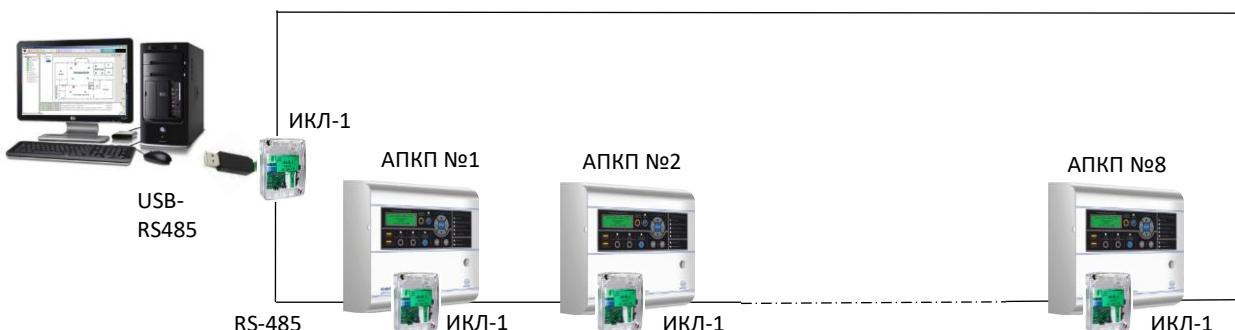

Рис. 5. Объединение в сеть до 8 АПКП.
3.3.1. Для автоматического управления устройствами пожарной автоматики, общими для нескольких АПКП, например, общими вентиляторами или насосной станцией, для объединения АПКП в сеть достаточно соединить их выходы RS-485, предназначенные для подключения к ПК, через изоляторы ИКЛ-1 к кольцевой линии межприборной связи, как показано на рис.5, и организовать логические связи между АПКП. Для этого в памяти АПКП создают таблицу межприборных связей (ТМС) с помощью ПО «Конфигуратор» (см. Руководство по программированию ЮНИТ.182.00.00 РП v.1.55). ТМС позволяет генерировать в АПКП заданное событие в ответ на возникновение определенного события в другом АПКП.